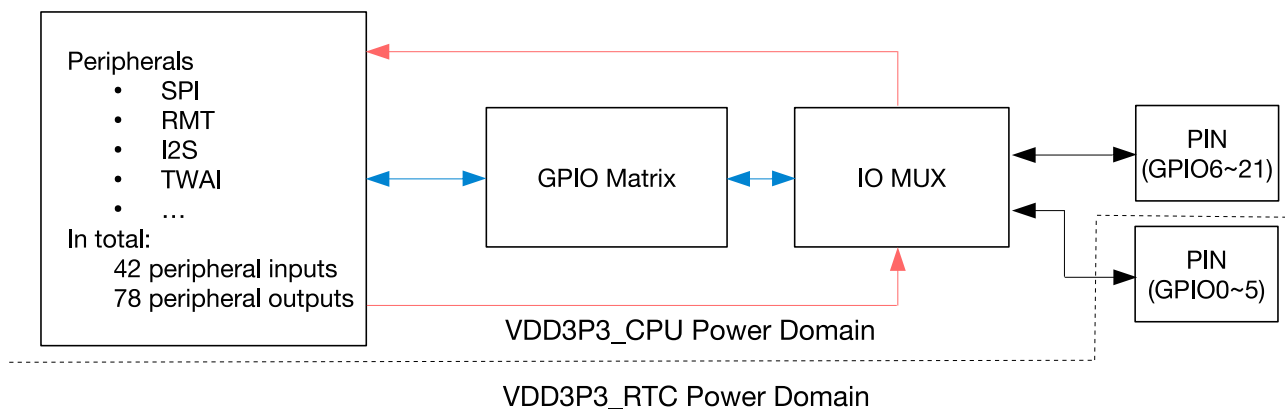

图 5.3-1. IO MUX 和 GPIO 交换矩阵框图 (简图)
- 图 5.3-1 简要展示了 IO MUX 和 GPIO 交换矩阵的工作流程；